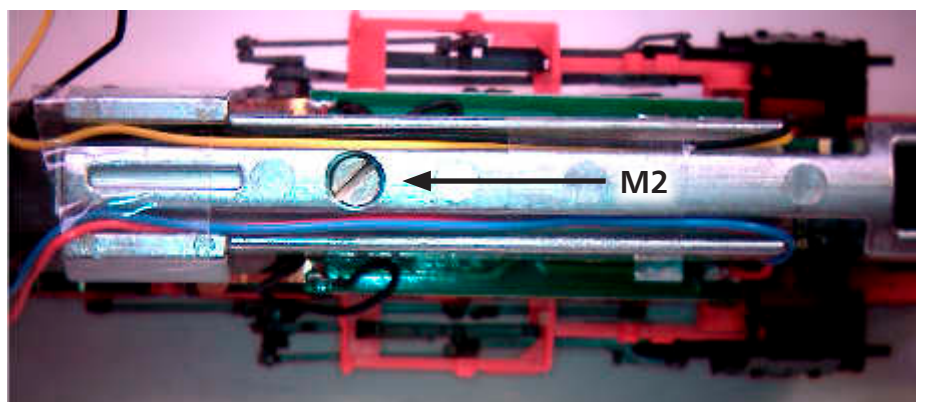

Abb.2
- **Anschließend den Rahmenaufsatz aufsetzen und mit der M2 Schraube befestigen (Abb. 2).**
- Die 4 farbigen Litzen werden in den seitlichen Kanälen des Rahmenaufsatzes nach hinten geführt und mit 4 Stück Isoschlauchabschnitten fixiert (Abb. 2).